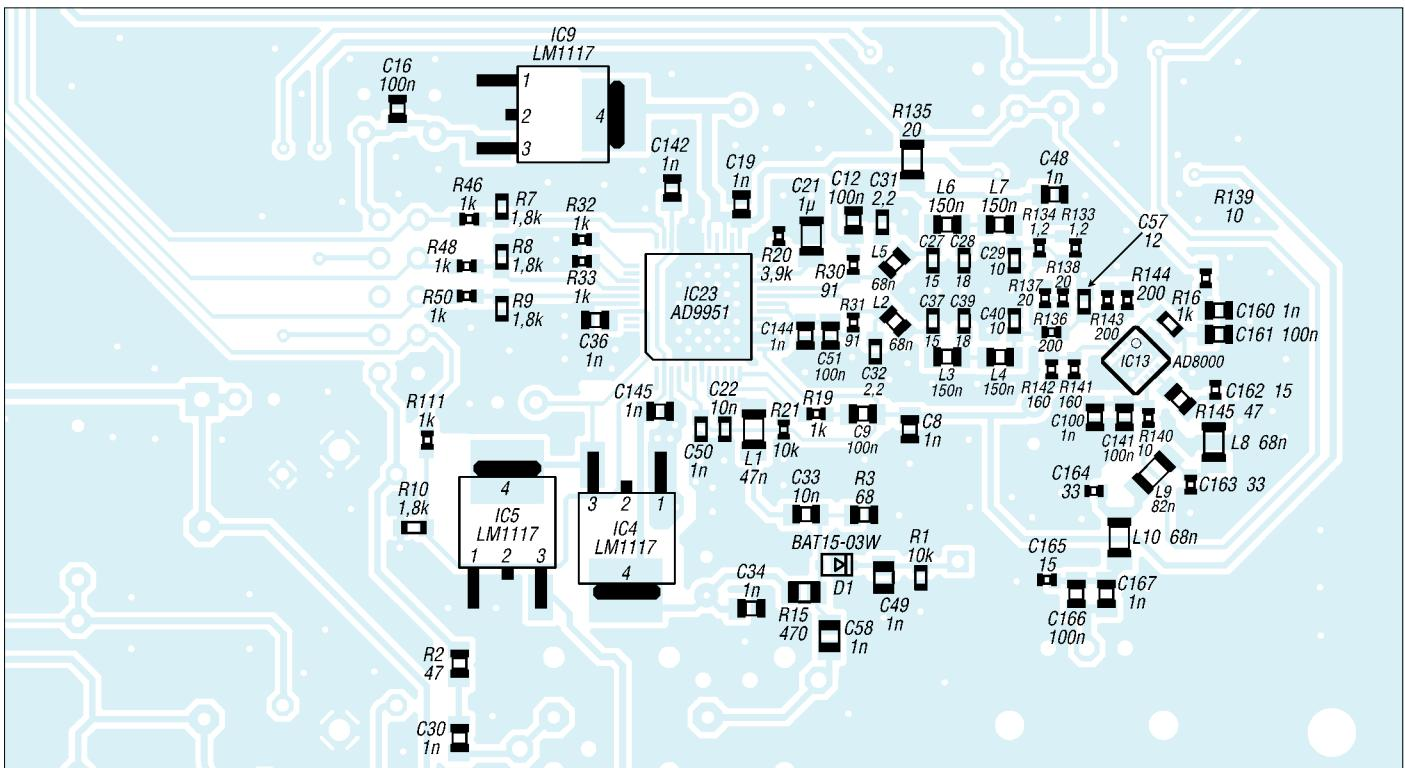

Bild 2: Im Maßstab 2:1 vergrößerter Ausschnitt der SMD-Seite der Platine; hier befinden sich DDS-Generator, Filter und Endverstärker.
*Leser, die einen Bausatz mit bestückter Platine BX-060 erworben haben, können dieses Kapitel überspringen und ab Kapitel 3 weiterlesen. SMD-Bestückungsplan Bild 2 und 3 sowie Tabelle 1 dienen dann nur zur Information.*